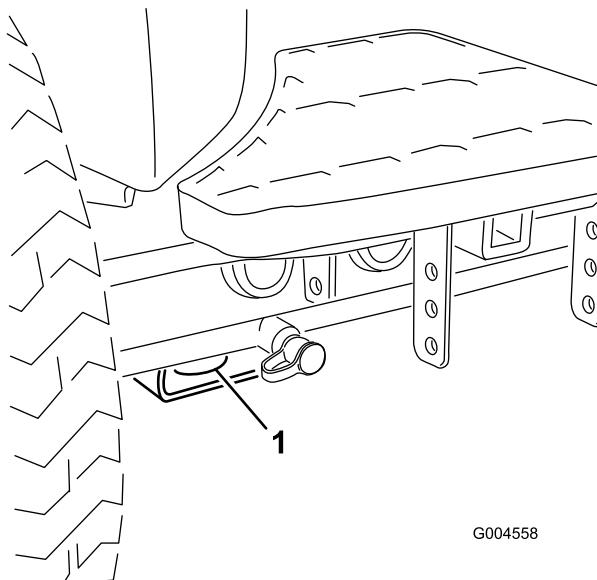

Рисунок 23
- **Передняя часть машины** — отверстие в прямоугольной подкладке под трубой моста, рядом с внутренней стороны каждого переднего колеса (Рисунок 23).